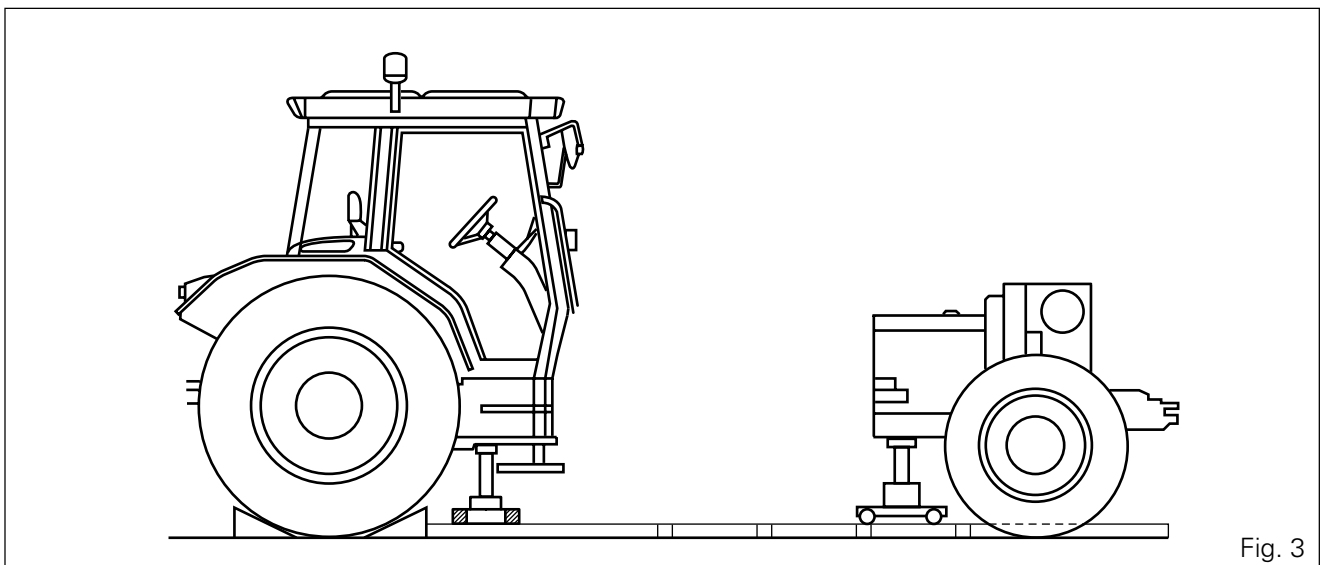

Fig. 3
8. Placer l'ensemble de désaccouplement (Fig. 3 et § C).